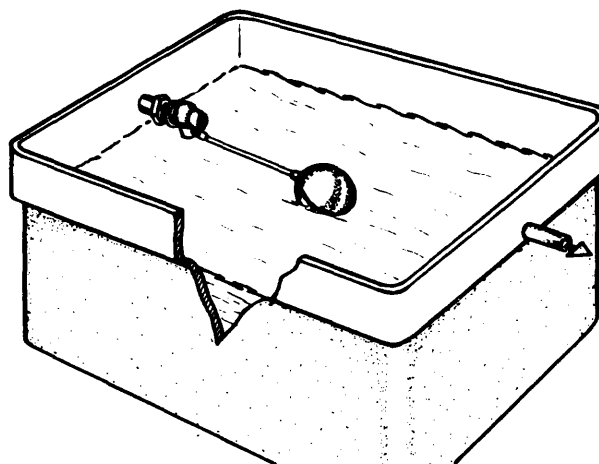

Fig. 9
- 2) El nivel del agua al cerrarse el flotante, deberá quedar siempre por debajo del rebose (fig. 9).